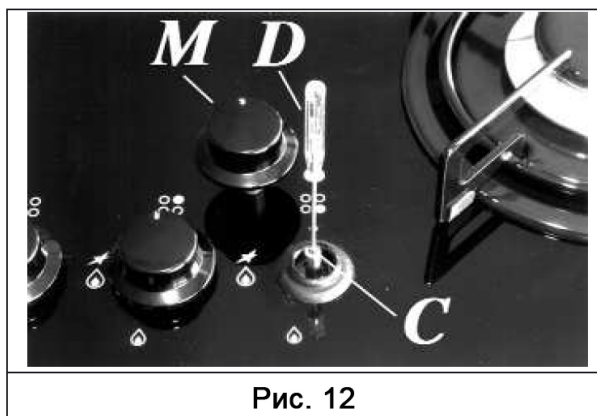

Рис. 12
- Снимите ручку вентиля «М» (Рис. 12), которая просто надевается на стержень и больше ничем не закреплена.
- Вставьте маленькую отвертку «D» в отверстие «С» (Рис. 12) и поворачивайте вправо или влево стопорный винт, до тех пор, пока пламя конфорки не отрегулируется до соответствующего положению «Минимум».